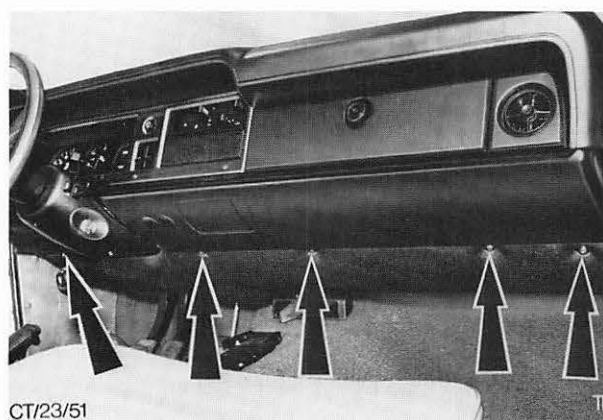

Abb. 16 Befestigungsschrauben der unteren Abdeckung – Instrumententafel
4. Untere Instrumententafel-Abdeckung ausbauen (5 Schrauben), Abb. 16.